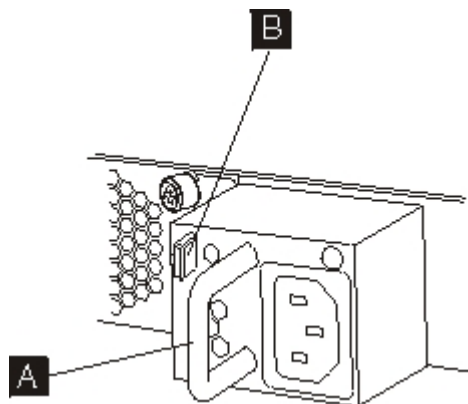
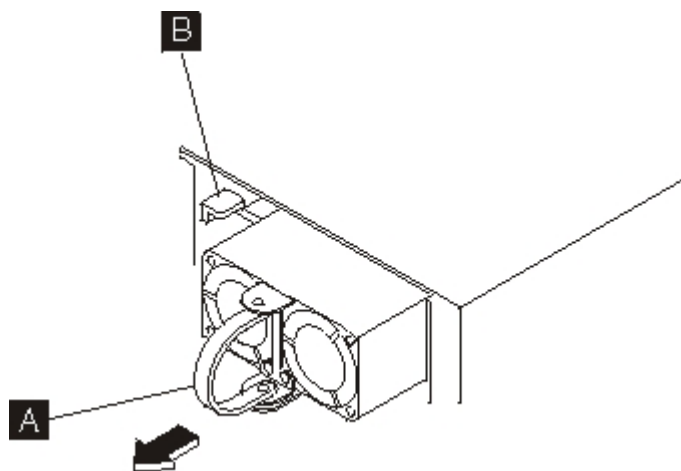

Abbildung 23. Stromversorgungsmodul einer Appliance Typ 7198 ausbauen
Abbildung 24. Stromversorgungsmodul einer Appliance Typ 7199 ausbauen
- a. Halten Sie den Griff **A** des ausgefallenen Moduls fest, während Sie den orangefarbenen Entriegelungshebel **B** zum Griff hin drücken und in dieser Position gedrückt halten, wie in Abb. 23 auf Seite 62 oder Abb. 24 auf Seite 62 dargestellt.